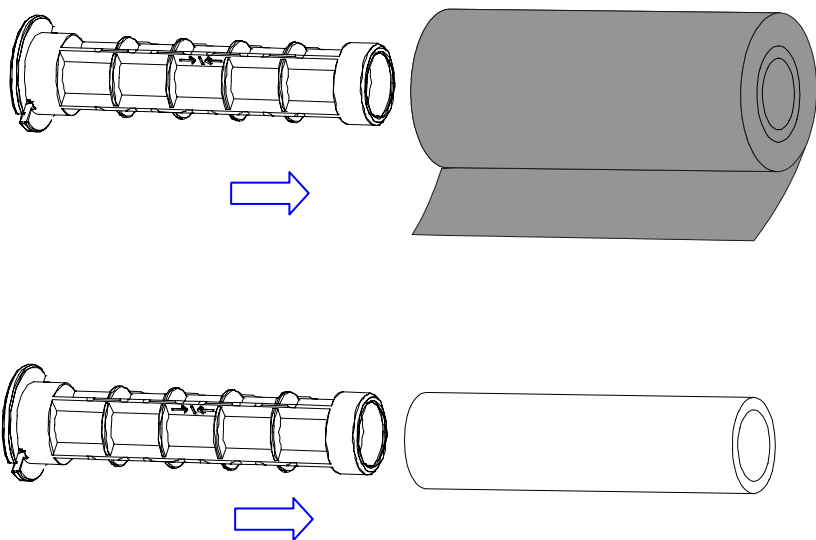

图 5-3
4. 拆开碳带卷和空卷芯(图 5-3)；
5. 将一个碳带适配管如图示方向插入碳带的纸芯中(图 5-3)；
8. 将另一个碳带适配管插入空纸芯中(图 5-3);